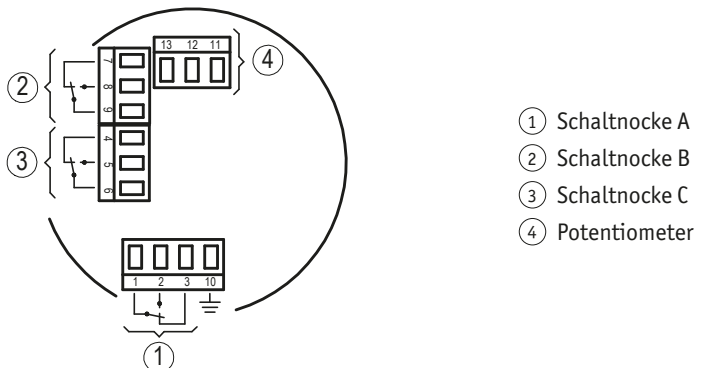

Abb. 5: Anschlussbelegung ohne Messwandler
- Litzen an den Klemmen des Gerätes anschließen (Abb. 5 und Abb. 7).